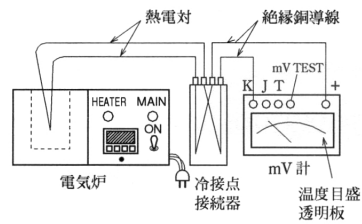
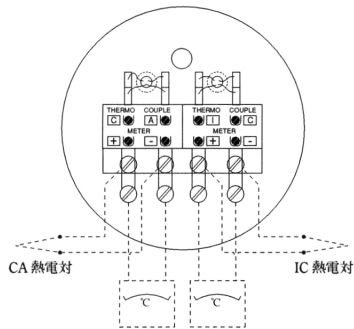

図2
図3 熱電対用冷接点接続器, 接続図
- (1) 冷接点器に削水を入れ冷接点部を0℃にします。
- (2) 図2, 図3のように電気炉, 熱電対 (たとえばK熱電対) 冷接点器, 絶縁銅導線 mV計を接続します。